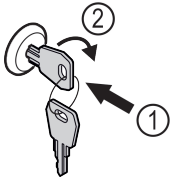

Fig. 162 Példaként szolgáló ábrázolás
- ▶ Dugja be a kulcsot Fig. 162 (1).
- ▶ Forgassa el a kulcsot 90°-kal az óramutató járásával meggyező irányba Fig. 162 (2).